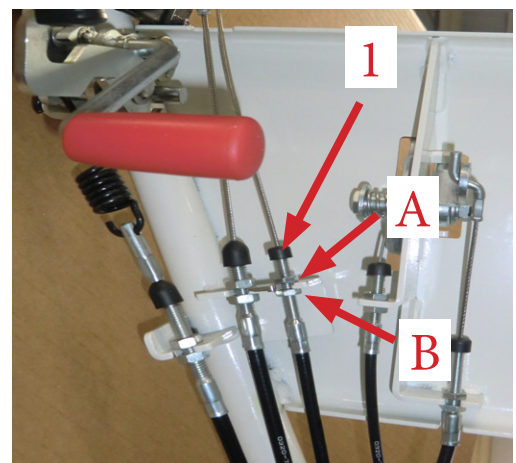

Bild 19
Wenn die Maschine bewegt werden kann, während der Spannhebel für den Antriebskeilriemen nicht betätigt wird, stellen Sie den Parkbremsbowdenzug (Bild 19 Pos. 1) wie folgt ein:
- Lösen Sie die Muttern (Bild 19 Pos. A & B) und erhöhen Sie die Spannung bis die Bremswirkung ausreichend ist, ziehen Sie die Muttern A & B wieder an. Wenn die Einstellung nicht effizient ist, wenden Sie sich an Ihren Fachhändler, um zu prüfen, ob die Bremsbeläge erneuert werden müssen.